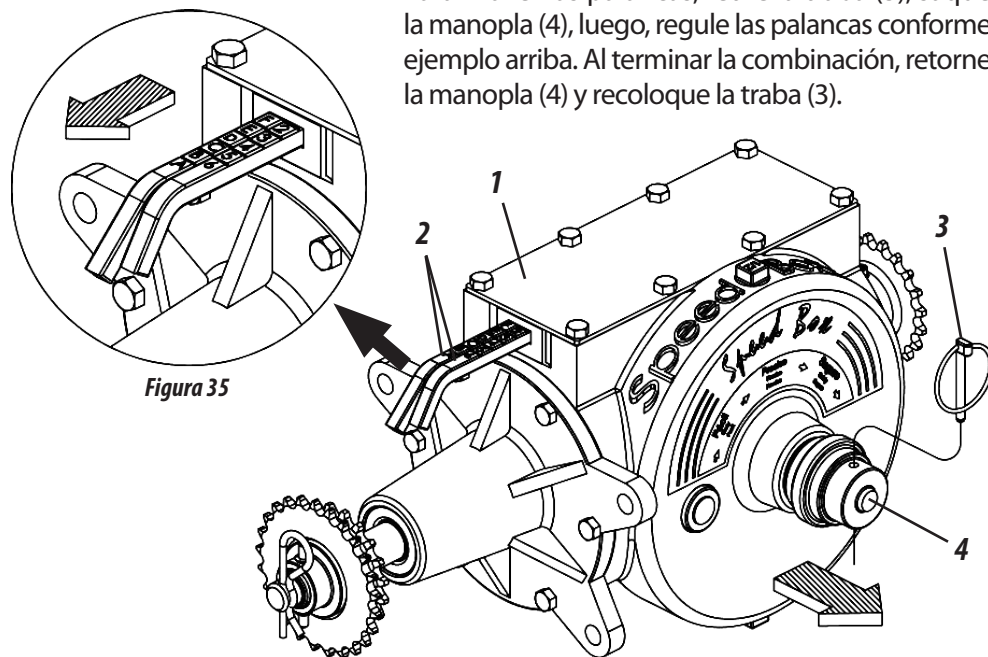

Figura 35
## SPEED BOX (FIGURA 35)
- 1- Seleccione la cantidad deseada en las tablas y verifique la combinación correspondiente en las palancas (2). **Ejemplo:** Posición **F2** en la tabla, indica que la palanca con letras debe estar en la posición "**F**" y la palanca con números debe estar en la posición "**2**", conforme muestra la figura 35.
- 2- Para mover las palancas, retire la traba (3), saque la manopla (4), luego, regule las palancas conforme ejemplo arriba. Al terminar la combinación, retorne la manopla (4) y recoloque la traba (3).